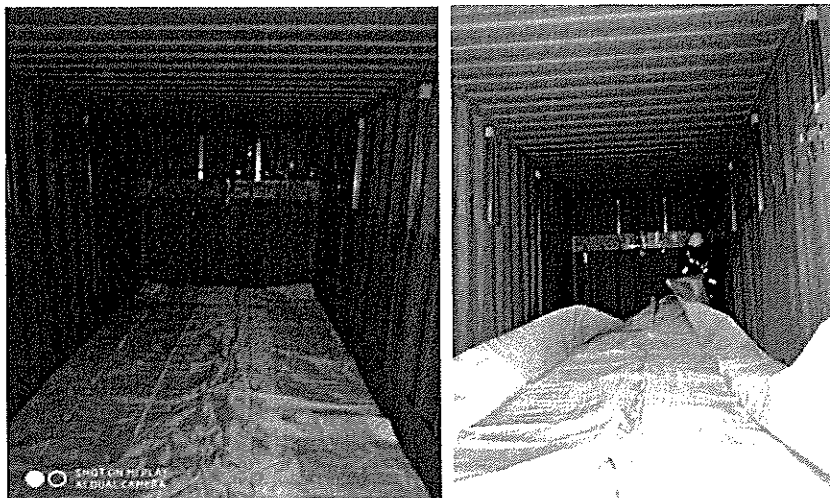

Рисунок 3 - Установка флекситанка
5.2. Установку флекситанка в контейнере производят в следующем порядке (рис. 3):